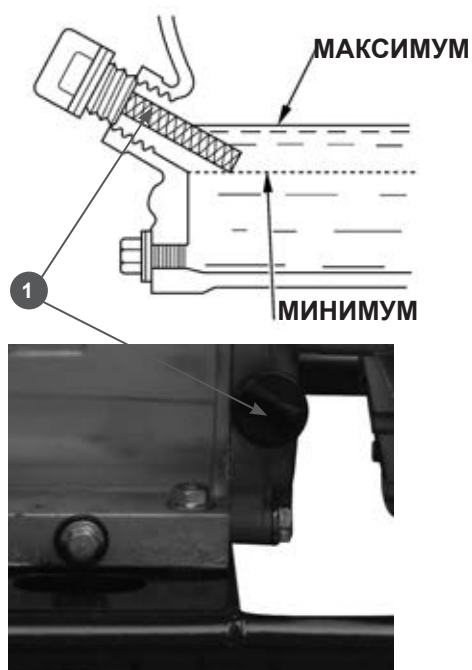

Рис.6
2. Извлеките щуп (1) Рис.6 из маслозаливной горловины и протрите его чистой тряпкой.
3. Извлеките щуп (1) Рис.6 из маслозаливной горловины и протрите его чистой тряпкой.